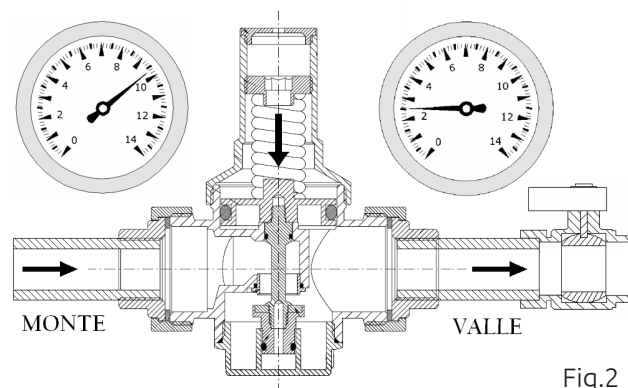

Fig.2
Aumentando la richiesta d'acqua si provoca un aumento del passaggio del fluido attraverso la sezione di passaggio causato dalla diminuzione della pressione a cui è normalmente sottoposta la valvolina. L'apertura di più utenze provoca una caduta di pressione ( $\Delta p$ ) a valle ed un conseguente aumento della portata (Q) come raffigurata in fig.2.